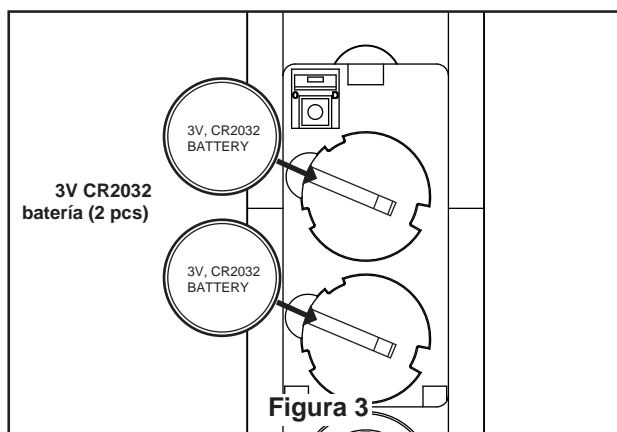

Figura 3
3. Para que el ventilador sea funcional, instale las pilas (incluidas) de 23A/12V en el transmisor del mando a distancia. Mientras el ventilador esté apagado. A continuación, siga el proceso de fijación remota de código. Si no se utiliza el ventilador durante un largo periodo de tiempo, extraiga la batería para evitar cualquier daño al transmisor. Almacene el mando a distancia en un lugar alejado del calor o la humedad excesiva. (Figura 3)